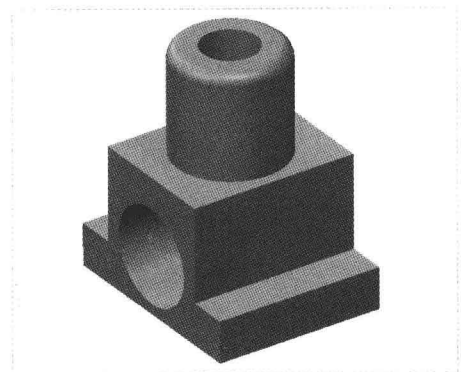

图 16-12 创建倒圆角特征 1
Step 02 单击“应用并保存在工具中所做的所有更改，然后关闭工具操控板”按钮，完成倒圆角特征的创建，如图 16-12 所示。